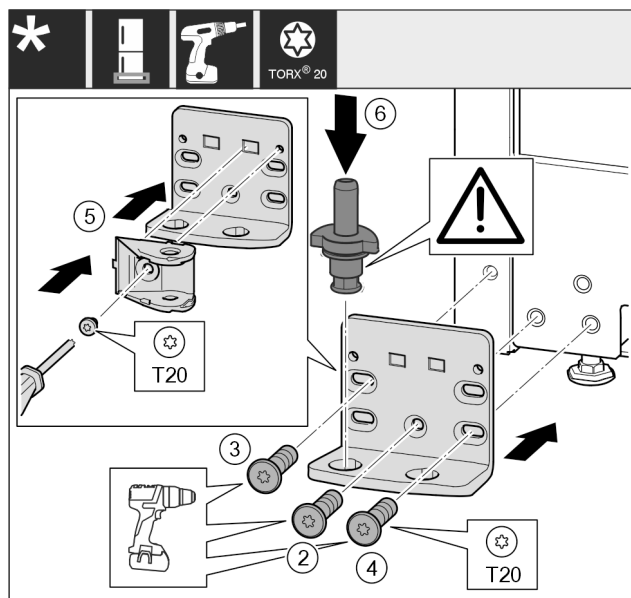

Fig. 48 *
- Nasadte stojan ložiska na druhé straně a přišroubujte pomocí šroubováku. Začněte šroubem Fig. 48 (2) dole uprostřed.*
- Utáhněte šroub Fig. 48 (3) a šroub Fig. 48 (4).*
- Spojení tlumiče zavírání Fig. 48 (5) otočte o 180°. Šroubovákem přišroubujte na druhé straně stojanu ložiska.*
- Zcela vložte ložiskový čep Fig. 48 (6). Přitom dávejte pozor, aby zajišťovací vačka směřovala dozadu.*